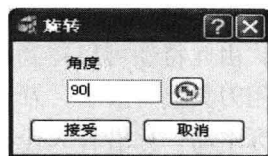

图 1-2 “旋转”对话框
(1) 建立用户坐标系“1” 在 PowerMILL 资源管理器中右击“用户坐标系”选项, 在弹出的“用户坐标系”快捷菜单中选择“产生用户坐标系”菜单项, 系统弹出“用户坐标系编辑器”工具栏, 名称就用默认值“1”, 单击该工具栏上的绕 Y 轴旋转按钮 , 系统弹出“旋转”对话框, 在“角度”下的文本框里输入 90, 如图 1-2 所示, 单击“接受”按钮, 再单击工具栏上的“确认”按钮 , 完成用户坐标系“1”的建立。